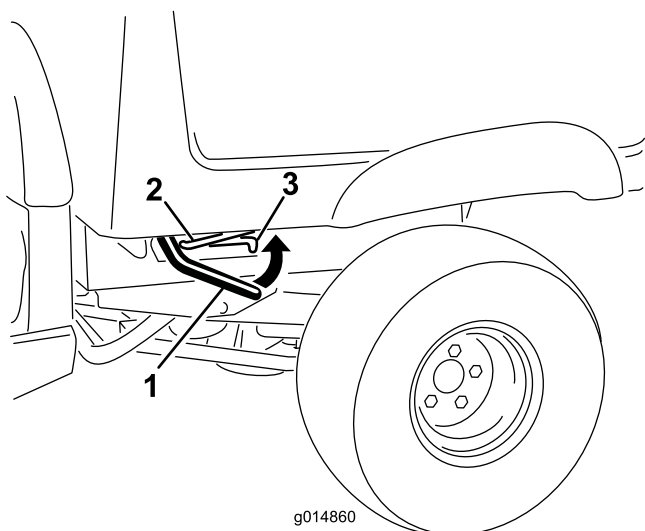

Figura 11
1. Levante la palanca de enganche situada en cada lado de la plataforma, cerca de la esquina delantera, y eleve la plataforma (Figura 11).
2. Sujete la caja de carga colocando la varilla de sujeción en la muesca situada al final de la ranura situada en el lado izquierdo del bastidor de la máquina (Figura 11).
1. Eleve la plataforma un poco tirando hacia arriba de la palanca de enganche (Figura 11).
2. Extraiga la varilla de sujeción de la muesca de la ranura (Figura 11).
3. Baje la plataforma hasta que se enganche firmemente en su sitio (Figura 11).